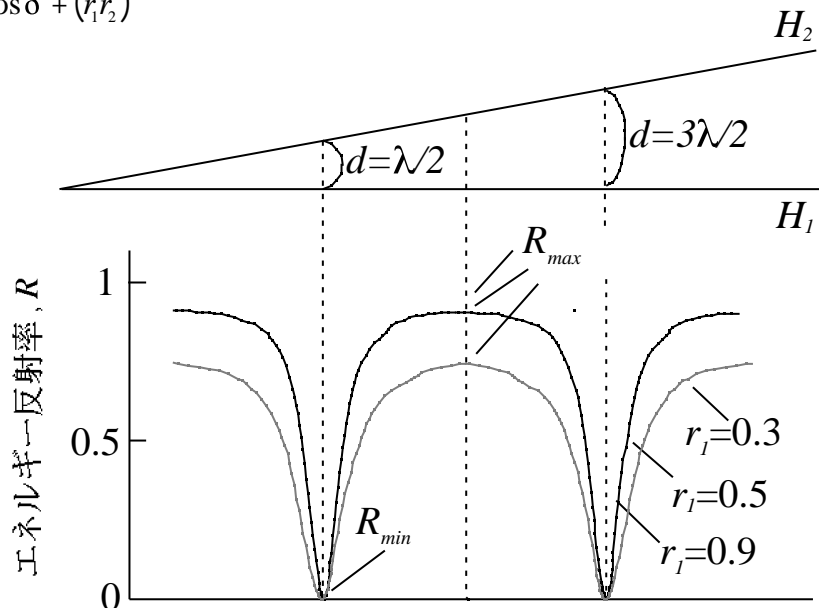

図3 MBI法における干渉縞の模式図
となる。式 (3) より、 $d$  を変化させて  $R$  の変化を求めると、図3のような干渉縞が得られることがわかる。また、 $r_1$  が大きくなるほど干渉縞の線幅は小さくなり、コントラストが向上するが、一方で像全体は暗くなる。ガラスなど反射率が低い基板の上の薄膜を測定するには、そのままでは  $r_1$  が小さすぎるため、反射率の高い膜をコーティングする必要がある。